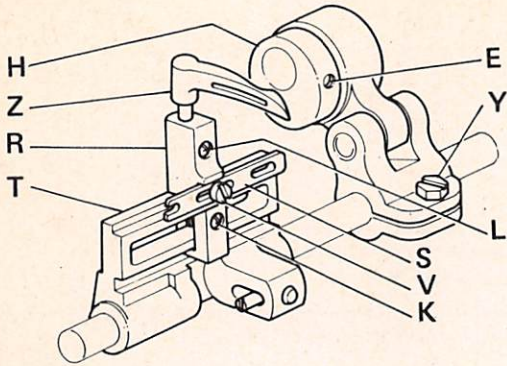
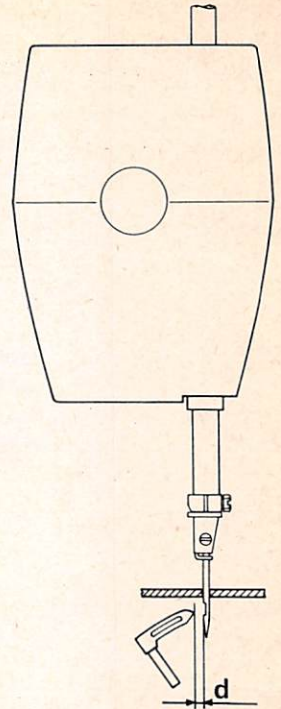

Fig. 23
Fig. 24
- Inserire fino in fondo i crochet Z nell'apposita sede e bloccarli leggermente con la vite L (fig. 23).
- Allentare le viti K e V che bloccano i porta crochet R e la piastrina S (fig. 23)
- Portare gli aghi al punto morto inferiore, allentare le viti Y (fig. 23) e, agendo sul supporto dei porta crochet T, eseguire la quota "d" di mm 2,5 dalla punta dei crochet agli aghi (fig. 24).
- Per ottenere questa condizione, bisogna allentare i grani E dell'eccentrico H (fig. 23) e ruotarlo fino ad ottenere la posizione illustrata in fig. 26.
- Bloccare quindi i porta crochet mediante le viti K e la piastrina di unione mediante le viti V. Stringere a fondo le viti L serraggio crochet (fig. 23).
- Fit loopers Z right down in their seat and grip them lightly with screw L (fig. 23)
- Slacken screws K and V that fasten looper holders R and plate S (fig. 23)
- Bring the needles to the bottom dead point, slacken screws Y (fig. 23) and, moving looper holder bracket T, set distance "d" of 2.5 mm. from point of loopers to needles (fig. 24)
- To obtain this setting, grub screws E of eccentric H (fig. 23) must be slackened and the eccentric must be turned until it is in the position shown in fig. 26
- Then lock looper holders by means of screws K and coupling plate by screws V. Fully tighten looper locking screws L (fig. 23).